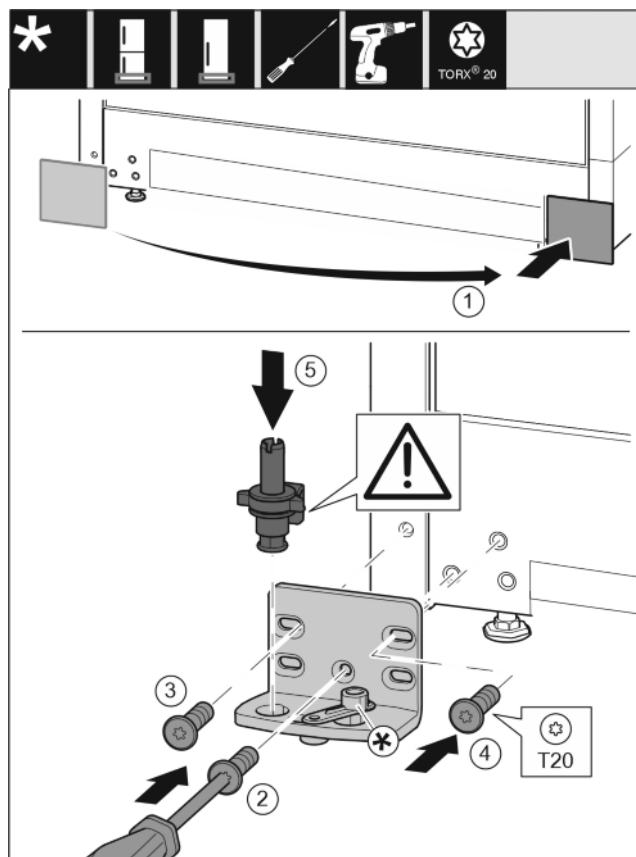

Fig. 15
- ▶ Снимите крышку и установите с другой стороны. Fig. 15 (1)
- ▶ Установите опорный кронштейн с другой стороны и прикрутите с помощью отвертки T20. Начинаяте с винта 2 снизу в центре. Fig. 15 (2)
- ▶ Затяните винты 3 и 4. Fig. 15 (3,4)
- ▶ Установите опорный палец в сборе. При этом следите за тем, чтобы выступ фиксатора был направлен назад. Fig. 15 (5)